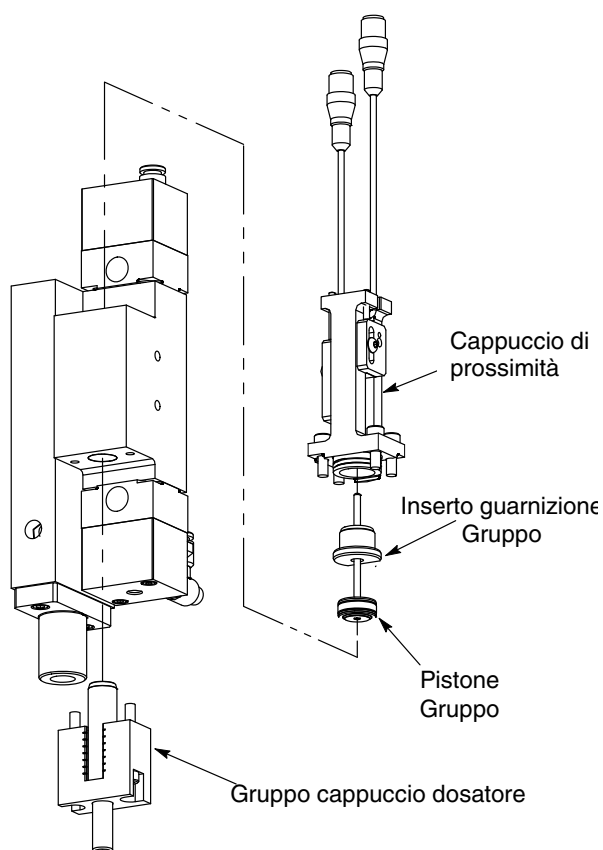

Figura 11 Rimozione dei gruppi cappuccio di prossimità, pistone e cappuccio dosatore
1. Eseguire i punti 1-6 della procedura *Pistone dosatore e tappo dosatore*. Vedi figura 11.